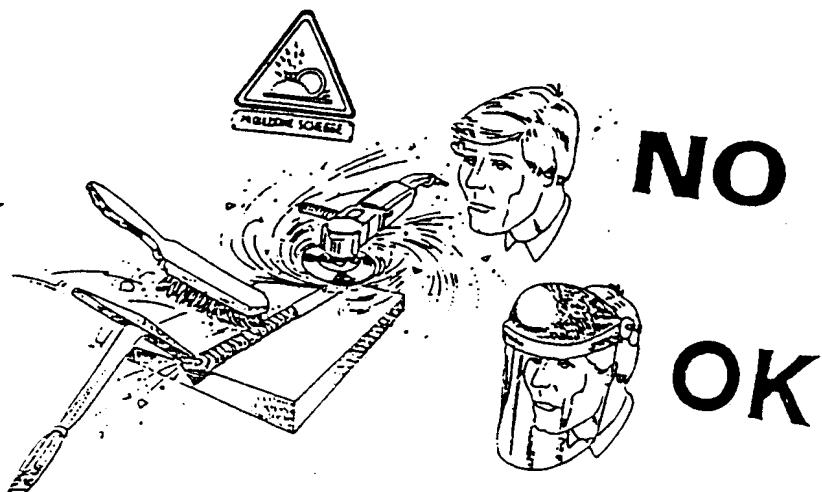

FIG.5
- Indossate sempre occhiali di protezione con lenti trasparenti per evitare schegge ed altre particelle estranee che possono danneggiare gli occhi (Fig.5).